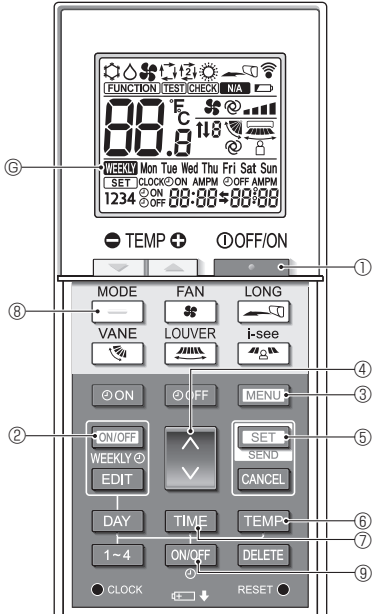
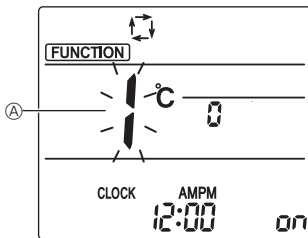
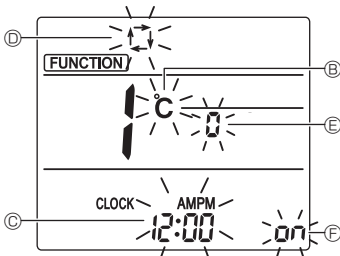

Fig. 5-1
Fig. 5-2
Fig. 5-3
### 5.1. Umschalten in den Grundeinstellungsmodus (Fig. 5-1, Fig. 5-2)
(Fig. 5-1, Fig. 5-3 Ⓑ)
(Fig. 5-1, Fig. 5-3 Ⓒ)
(Fig. 5-1, Fig. 5-3 Ⓓ)
## 5.5. Ändern der Paar-Nr. (Fig. 5-1, Fig. 5-3 ㊟)
### 5.6. Ändern der Hintergrundbeleuchtungseinstellung (Fig. 5-1, Fig. 5-3 ⑤)
### 5.7. Abschließen der Einstellungen (Fig. 5-1, Fig. 5-2)